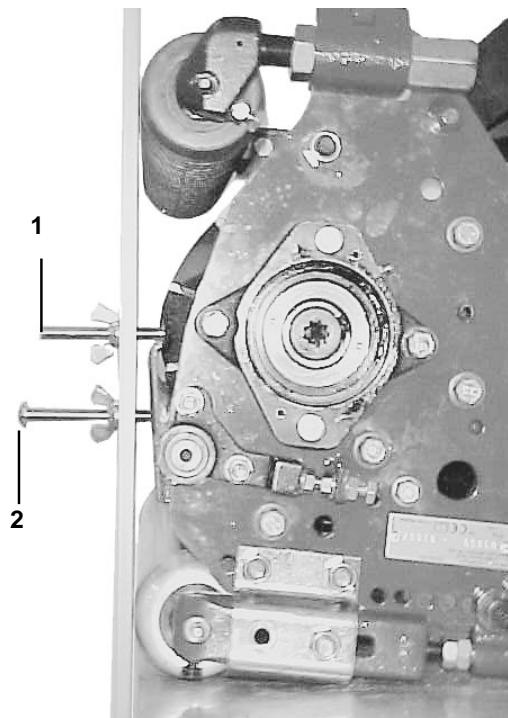

Figure 23
2. Tournez l'unité de coupe en arrière et lacez le calibre en travers des rouleaux avant et arrière. La tête de la première vis doit s'adapter parfaitement sur le bord de la contre-lame et l'extrémité de la deuxième vis doit toucher la base de la contre-lame (Fig. 23). Vérifiez le rouleau arrière (hauteur de coupe) à chaque extrémité de la contre-lame.